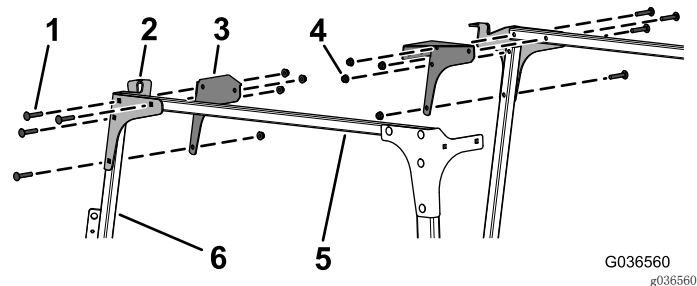

图9
8. 如图9所示, 用 8 个托架螺栓 (5/16 x 1 3/4 英寸) 和 8 个凸缘螺母 (5/16 英寸) 将左、右前安装板和角撑板松松地安装到交联管和左、右风挡支撑上。